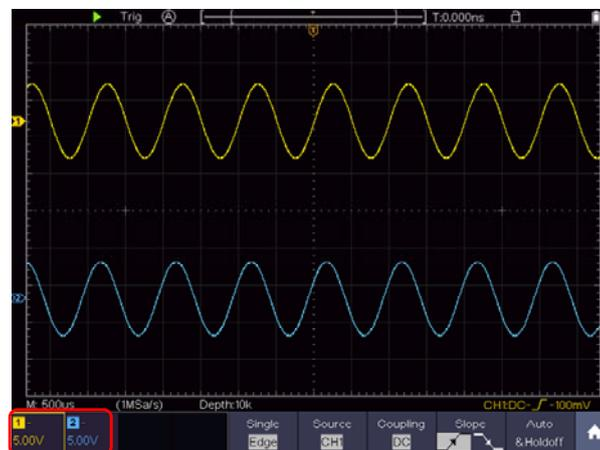

Figura 4-1 Información sobre la escala vertical
La resolución analítica de este selector de control varía con la división vertical. Al girar el selector superior, el puntero del punto de referencia a tierra del canal seleccionado se desplaza hacia arriba y hacia abajo siguiendo la forma de onda, y el mensaje de posición en el centro de la pantalla se modifica en consecuencia (vea la Figura 4-1).
2. El **selector inferior** se utiliza para regular la resolución vertical de las formas de onda seleccionadas. La sensibilidad de los pasos de división vertical es de 1-2-5. La escala vertical se muestra en la esquina inferior izquierda de la pantalla (vea la Figura 4-1).